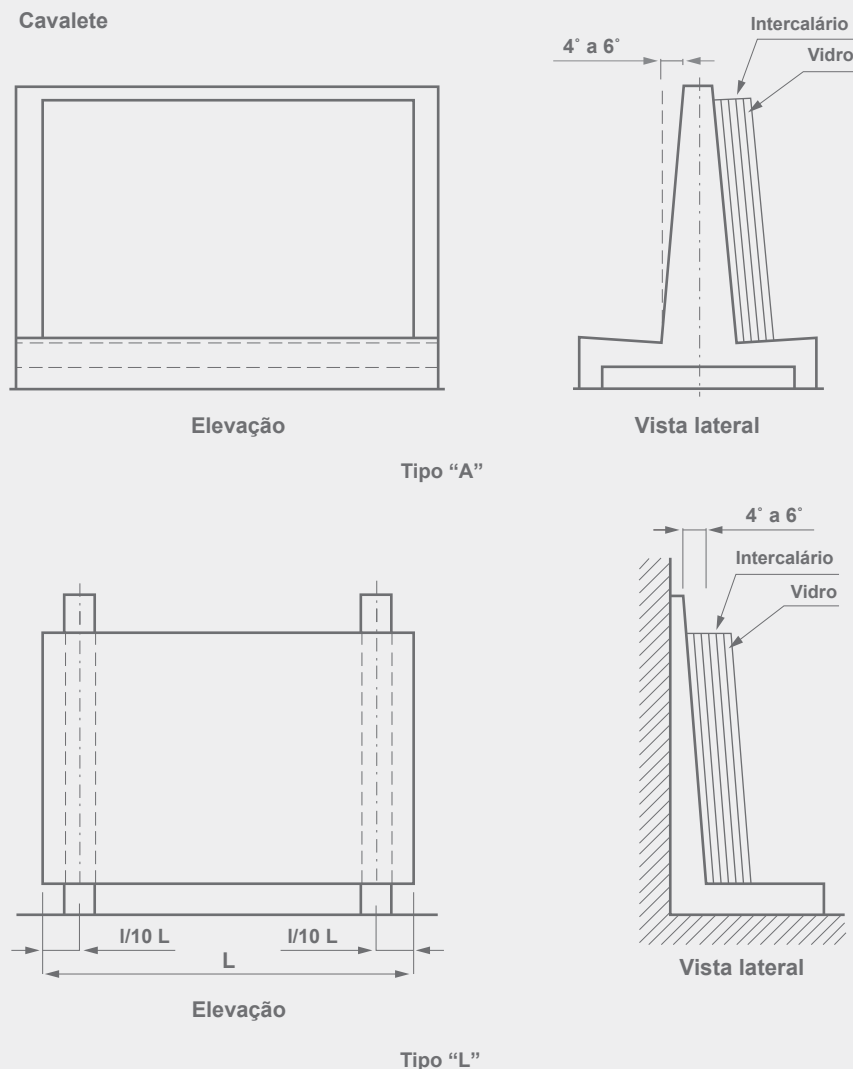

Fig. 8
- As chapas de vidro devem ser transportadas em um ângulo de 4° a 6° em relação à vertical (Fig. 8), conforme a Norma ABNT NBR 7199:2016 – Vidros na Construção Civil – “Projeto, execução e aplicação”. Recomendações a respeito do limite máximo de espessura dos materiais armazenados podem ser encontradas na norma citada acima;